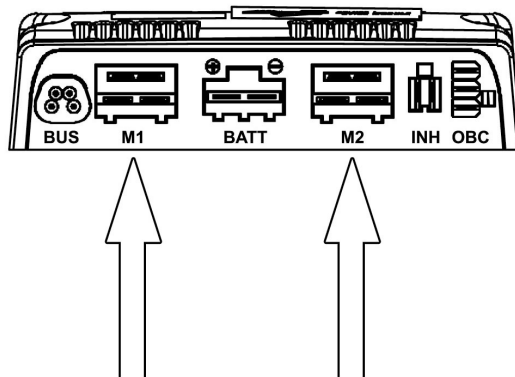

Abbildung 50. Kontakt der Magnetbremse und des Antriebsmotors von der Endstufe entfernen.
6. Kontakt der Magnetbremse und des Antriebsmotors von der Endstufe entfernen. Siehe Abbildung. 50.